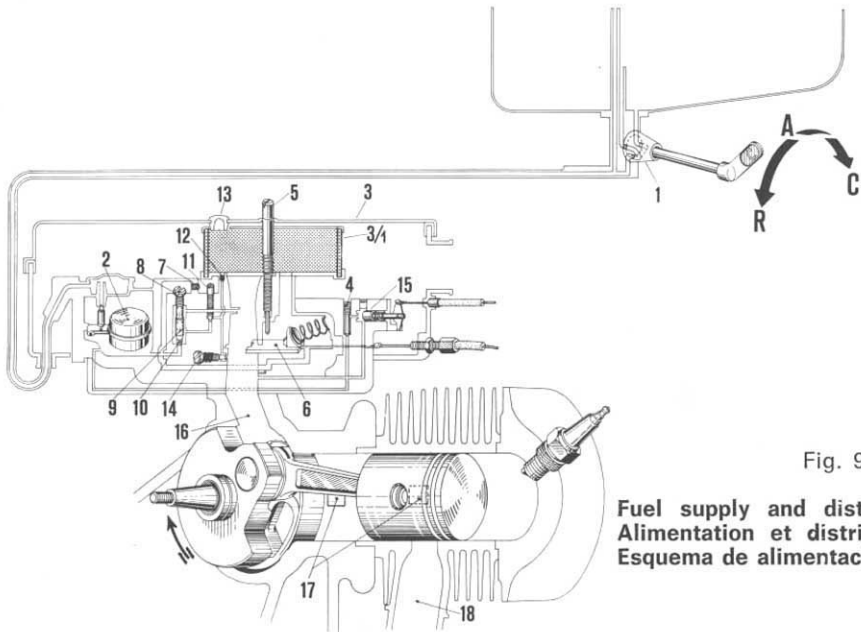

Fig. 9
For adjusting the idling act on the slow running adjuster screw (fig. 9 No. 5) coming out on air cleaner.
On the carburettor there is a spring loaded screw for adjusting the idling (fig. 9, No. 14). For not influencing the engine running at idle speed, unless otherwise unavoidable, **customers should avoid re-setting this screw.**
Pour régler le ralenti visser ou dévisser la vis (n. 5 fig. 9) qui sort du couvercle du dépurateur.
Sur le carburateur il y a aussi une vis à ressort qui réduit le conduit du ralenti (fig. 9, n. 14). Pour ne pas risquer de déréglé la marche du moteur au ralenti ne pas **modifier la position de cette vis à ressort;** en cas de
**Para ajustar el ralenti** atornillar o desatornillar el tornillo n. 5 de la fig. 9 que sobresale de la tapa del depurador. Sobre el carburador hay un tornillo para regular el juego transmisión mando gas que solamente debe regularse **en caso de necesidad** o de desmontaje y nuevo montaje.
Sobre el carburador hay también un tornillo con muelle que parcializa el conducto del mínimo (Fig. 9, n. 14).
*Notice - Avoid re-setting of the screw for adjusting the idling (Fig. 9, No. 14). Consult a Service Station.*
*Notice - Ne pas modifier la position de la vis qui réduit le conduit du ralenti (Fig. 9, n. 14). S'adresser à nos Station-Service.*
*Advertencia - No modificar la posición del tornillo que parcializa el conducto del mínimo (Fig. 9, n. 14). Recurrir a una Estación de Servicio.*